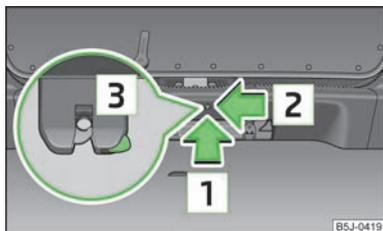

Fig. 17
- > Introdurre un cacciavite o un attrezzo simile nell'apertura del rivestimento nel senso indicato dalla freccia **1** » fig. 17 fino all'arresto.